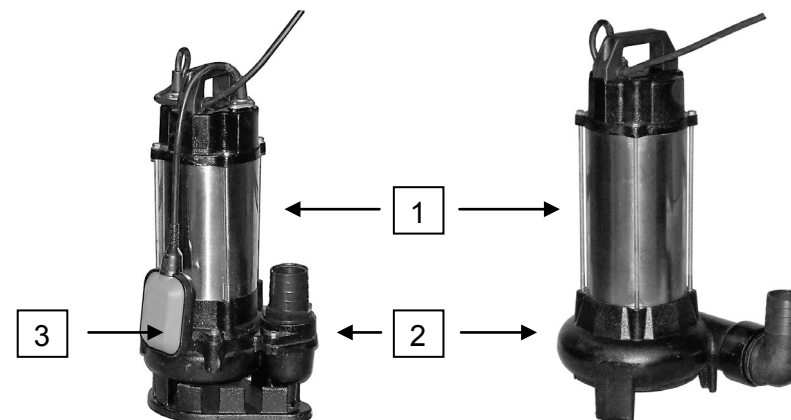

Рис.2. Насос Vort 551FS (слева) и Vort 1500 (справа).
Внешний вид насоса показан на рисунке 2. Насосы состоят из следующих основных узлов (рис.2): электродвигателя (1), центробежного насоса (2). Корпус и рабочее колесо насоса выполнены из чугуна, корпус электродвигателя – из нержавеющей стали.